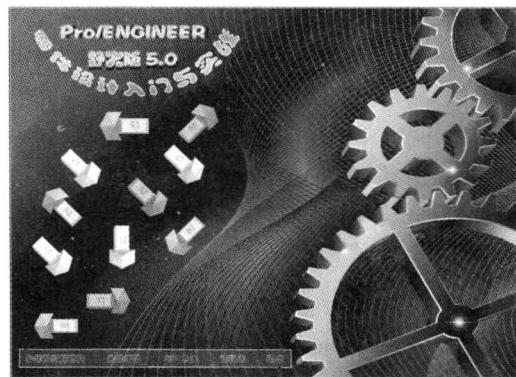

图1
2. 如果光盘不能自动运行，在光盘根目录中双击start.exe文件，即可运行光盘程序，进入光盘主界面，如图1所示。